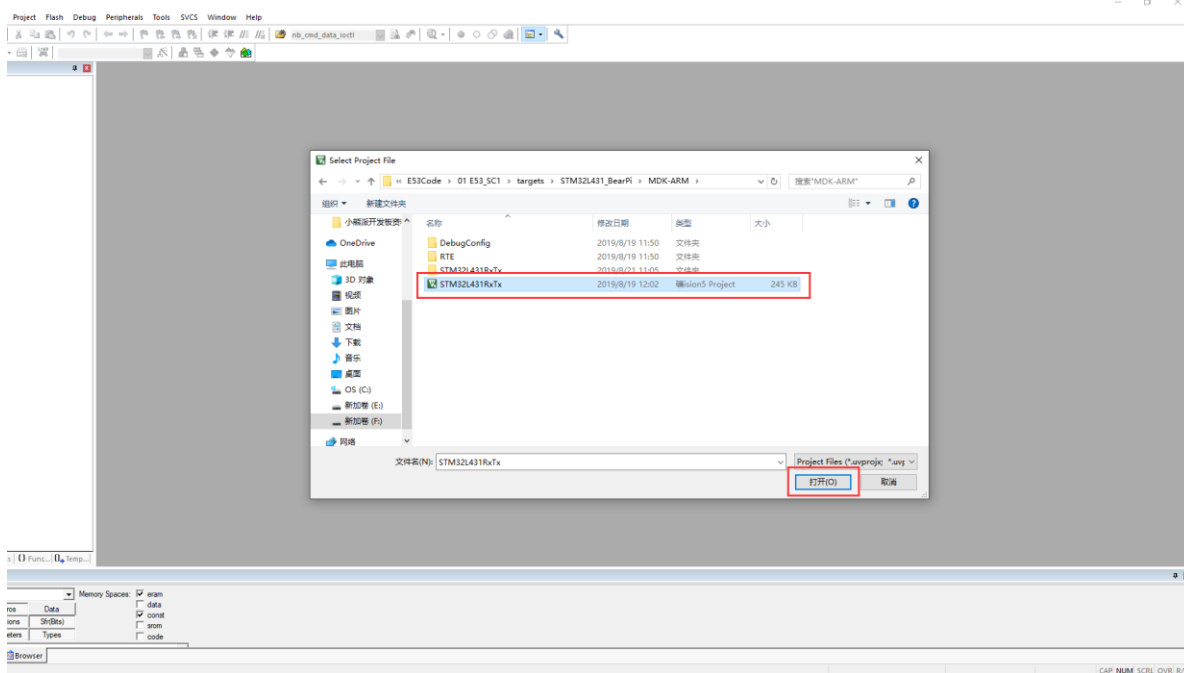

图 3-2 导入工程
**步骤2** 在弹出“Select Project File”界面，选择需要导入的工程目录。此处需要导入小熊派资料包的“\03 案例及代码\05\_E53\_IS1\targets\STM32L431\_BearPi\MDK-ARM”路径下的工程，**此处先要将工程代码移至非中文路径下**。单击“完成”按钮导入相应工程，此处也可直接在文件夹中双击对应工程文件打开工程，如图 3-2 所示。